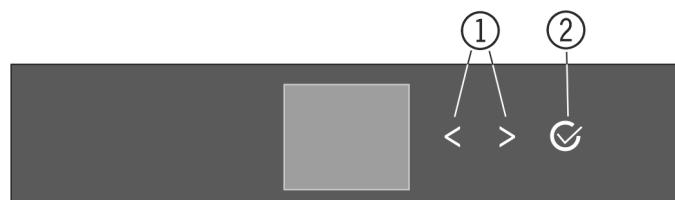
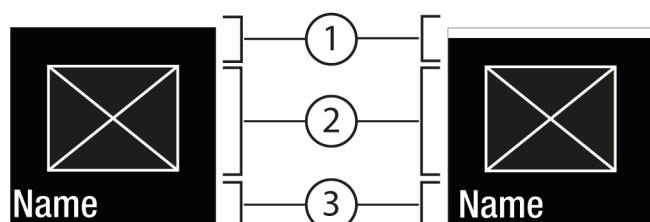
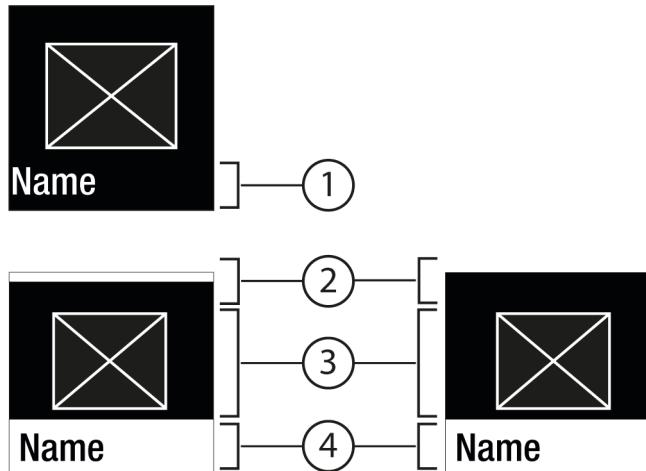

Fig. 5
Fig. 6
Fig. 7
- (1) Навигационная стрелка влево / вправо
- (2) Подтвердить
Навигационная стрелка влево / вправо Fig. 5 (1):
Подтвердить Fig. 5 (2):
- Навигация при помощи навигационной стрелки влево / вправо Fig. 5 (1).
- С помощью Подтвердить Fig. 5 (2) вызвать Подменю Fig. 7 (4).
- Установка нового значения: С помощью Подтвердить Fig. 5 (2) выбрать деактивированное значение Fig. 6 (1).
- Назад в меню: С помощью Подтвердить Fig. 5 (2) выбрать уже активированное значение Fig. 6 (2).
- Навигационные стрелки Fig. 5 (1) нажмите до тех пор, пока не появится индикация функции .
- Нажмите на Подтвердить Fig. 5 (2).
- Навигационные стрелки Fig. 5 (1) нажмите до тех пор, пока не появится индикация функции.
- С помощью навигационных стрелок Fig. 5 (1) выберите значение настройки.
- ▷ Состояние: активировано Fig. 6 (1) появляется недолго в Подменю Fig. 7 (4).
- ▶ Нажмайте навигационные стрелки *Fig. 5 (1)* до тех пор, пока не появится индикация настроек .
- ▶ Нажмите на Подтвердить *Fig. 5 (2)*.
- ▶ Нажмайте навигационные стрелки *Fig. 5 (1)* до тех пор, пока не появится индикация требуемой настройки.
- ▶ Нажмите и удерживайте в течение 3 секунд Подтвердить *Fig. 5 (2)*.